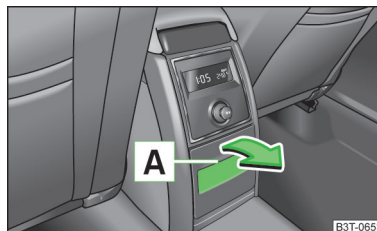

Fig. 80
► Trageți de partea superioară a adânciturii  » fig. 80 și deschideți compartimentul în sensul indicat de săgeată.